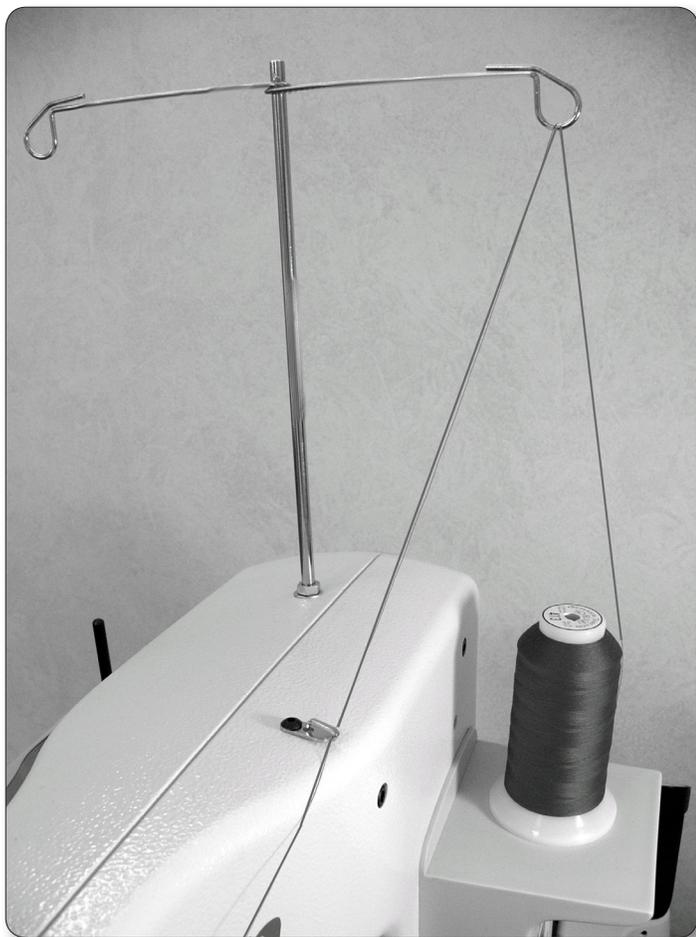

Figure 5
**Remarque :** les œillets du mât d'enfilage **DOIVENT** être centrés sur les porte-bobine. Cela garantit que le cône de fil ne va pas tirer, se tourner ou s'incliner, ce qui peut entraîner des problèmes de tension de fil (voir **figure 5**).